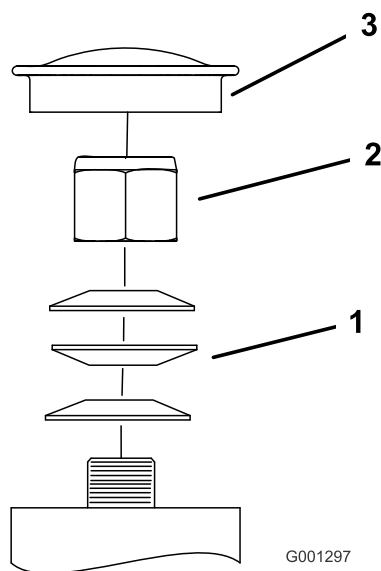

Figura 79
3. Retire o tampão antipoeira da roda e aperte a porca de bloqueio (Figura 79).
4. Aperte a porca de freio até que as anilhas de mola estejam planas e, em seguida, recue 1/4 de volta para aplicar devidamente a pré-carga nos rolamentos (Figura 79).
Importante: Certifique-se de que as anilhas de mola estão corretamente montadas como se mostra na Figura 79.
5. Instale o tampão antipoeira (Figura 79).